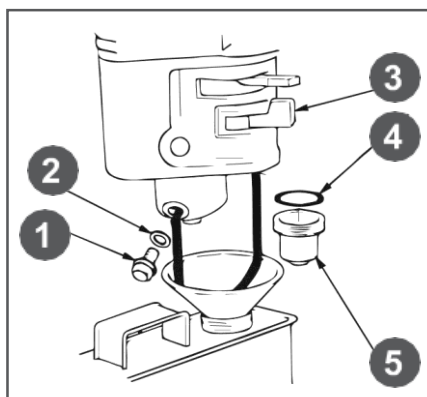

Рис.17 Обслуживание фильтра-отстойника 1. Болт; 2. Шайба; 3. Рычаг топливного крана; 4. Кольцо уплотнительное; 5. Стакан отстойника
3. Открутите болт 1 сливного отверстия и слейте топливо из поплавковой камеры карбюратора (Рис. 17).
4. Открутите стакан отстойника 5, вылейте из него топливо в заранее подготовленную емкость (Рис. 17).